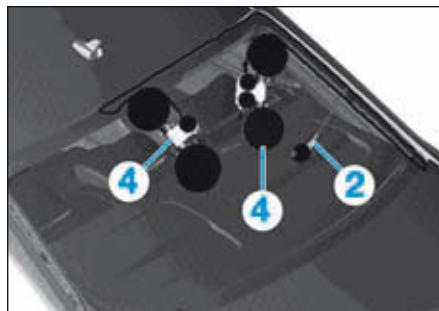

FIG.29
- Déplacer l'enrouleur (4) vers le haut et mettre en place l'alène (2) (Fig.29).